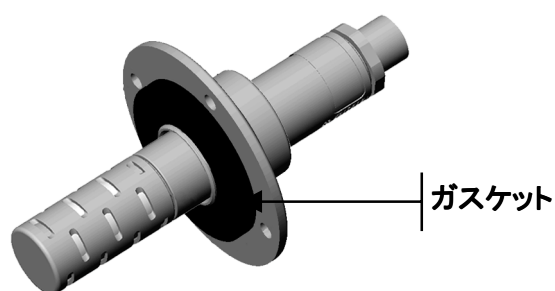

図5 ダクトまたは容器へのプローブの取付け
3. プローブをフランジに通して、穴の開いたヘッド部分が完全にダクトの中へ入るようにします(図5参照)。